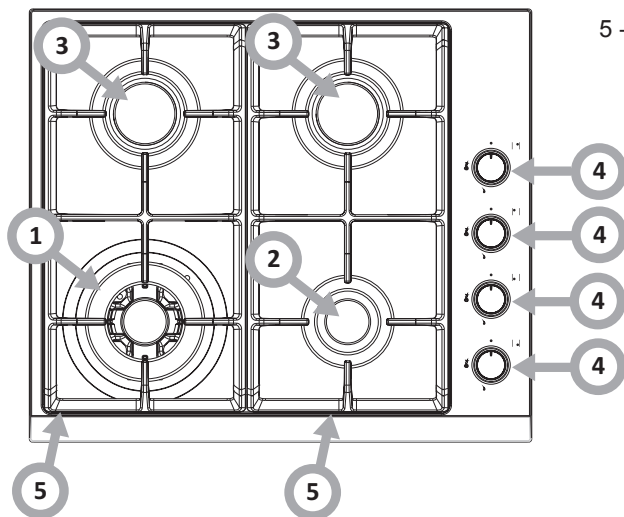

Рис.2
- Расстояние между конфорками и вытяжкой должна составлять мин. 750 мм (Рис.2).